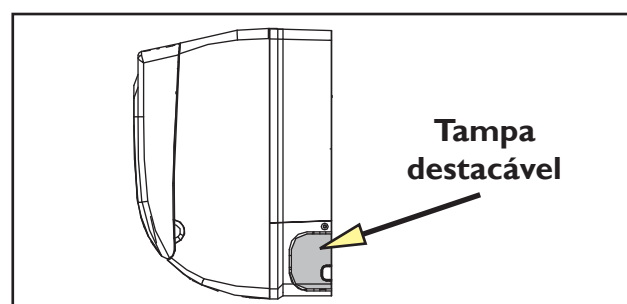

FIG. 12
- Retire a tampa destacável da unidade (fig. 12) e passe a tubulação através da parede (repita o procedimento acima para cortar e instalar o tubo de 75 mm).